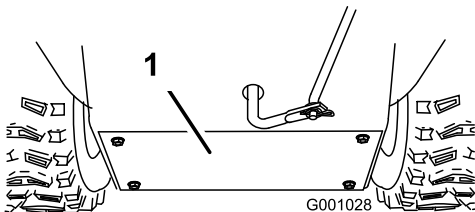

Bild 54
3. Entfernen Sie die hintere Abdeckung (Bild 54).